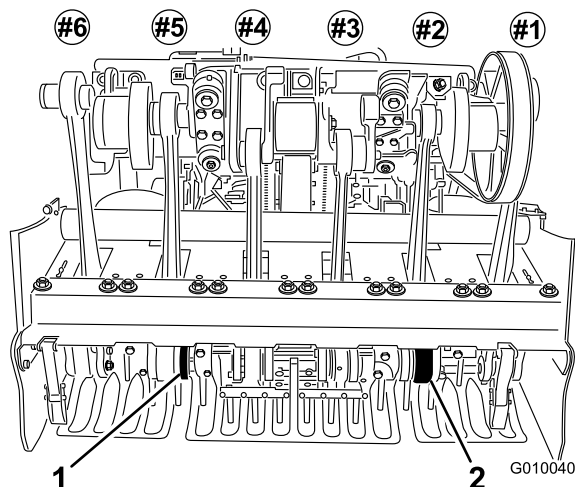

Bild 25
5. Setzen Sie Tines in den zweiten und fünften Tines-Halter ein (Bild 25). Ziehen Sie die Schrauben fest.